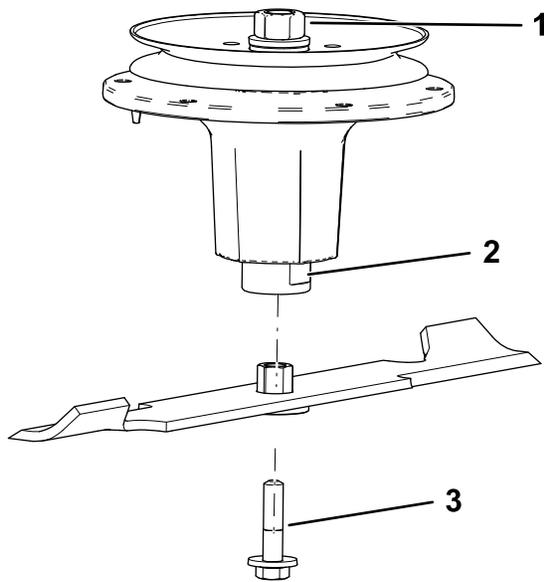

Figure 86
- Installez l'ensemble douille et lame sur l'axe de pivot (**Figure 86**).